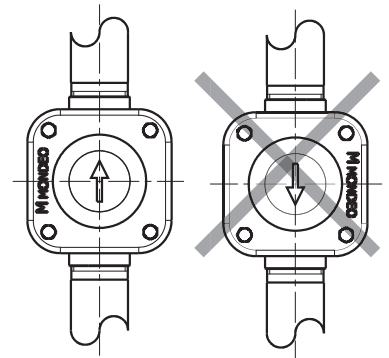

fig. 2
- Le clapet peut être installé verticalement (Fig. 2) avec la flèche de sens d'écoulement dirigée vers le haut.